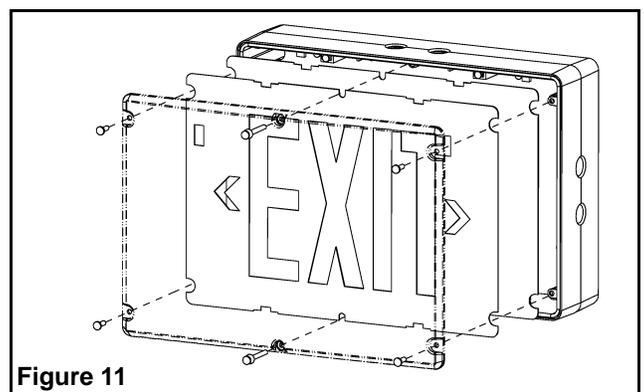

Figure 11
6. Installer la lentille à l'aide des vis inviolables (voir figure 11).